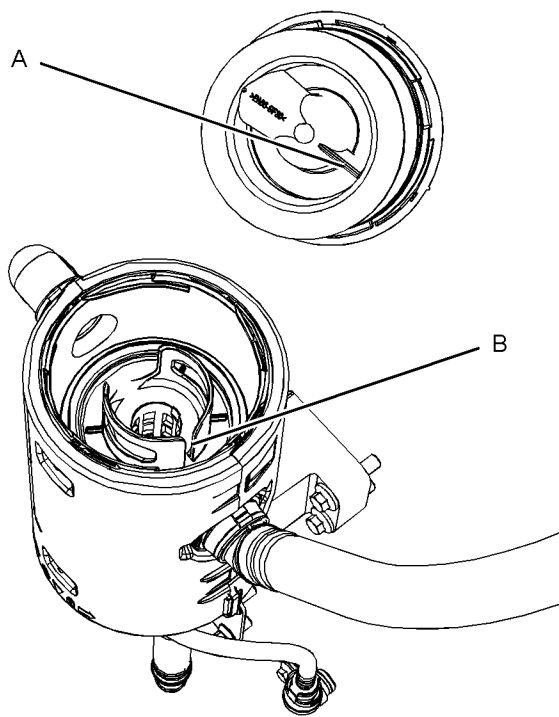

图 67
5. 将新的滤清器滤芯安装到呼吸器体 (3) 中。确保滤芯的位置正确，请参阅图 67。将顶盖上的位置 (A) 与滤清器滤芯上的位置 (B) 对准。